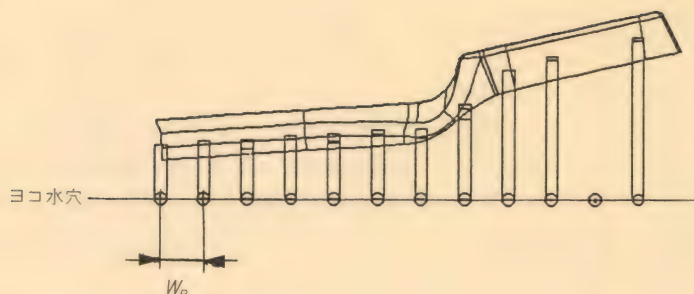

図 9
①この面に沿って $L$ 方向に④で求めたヨコ水穴ピッチ  $W_p$  で等間隔にヨコ水穴を配置 (図 9)。